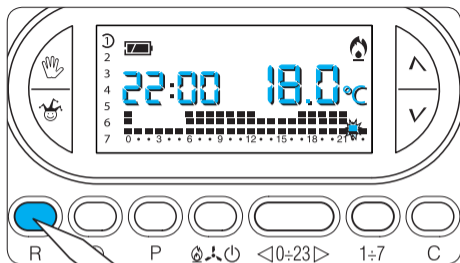

Fig. 82
22.2- Premere il pulsante **R** (fig. 82).
comparire entro 10 s, premere il pulsante di reset R (fig. 82).